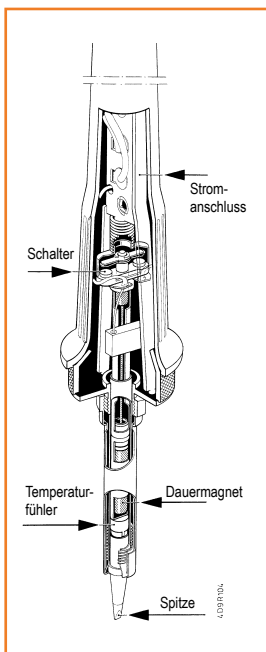

Bild 1.
**Bild 1** zeigt den inneren Aufbau des Lötkolbens. Die Lötspitze (1) ist fest mit einer Metallkappe (2) verbunden, die den Temperaturfühler dieses Systems darstellt. Die Kappe ist ferromagnetisch und zieht im kalten Zustand einen Dauermagneten (3) an. Über eine Schubstange wird die Bewegung auf eine Kontaktbrücke (4) übertragen, die den Heizstrom (5) einschaltet.